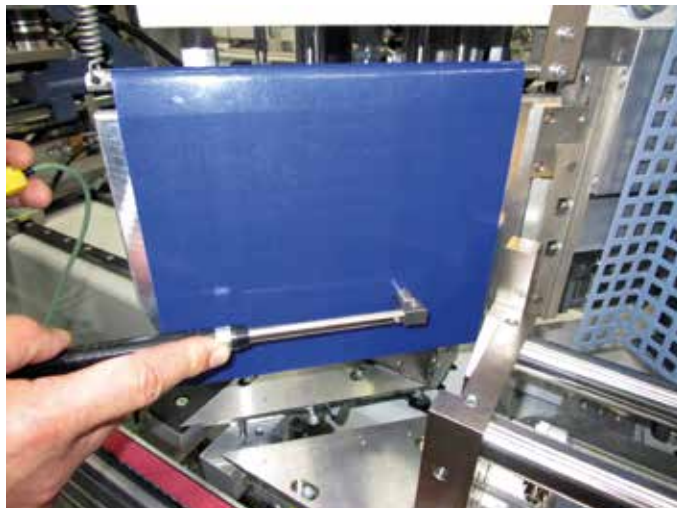

Abb. 10: Temperaturmessung am Schweißspiegel mittels Kontaktmessfühler
- Messen Sie regelmäßig die Temperatur direkt am Spiegel im Schweißbereich mit einem Kontaktmessfühler (siehe Abb. 10). Infrarot-Thermometer sind nicht zulässig, weil sich zwischen PTFE-Folie und Spiegel ein Luftpolster bildet, das den angezeigten Temperaturwert verfälscht.